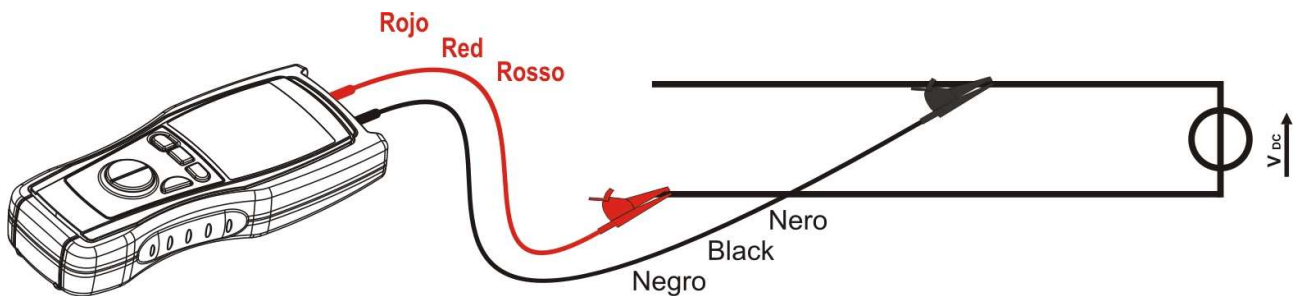

Abb. 2: Verbindung der Geräteanschlüsse während der DC Spannungsmessung
5. Verbinden sie das Kabel mit den gewünschten Stellen des zu testenden Stromkreises wie in Abb. 2 gezeigt. Die Spannungswerte werden angezeigt.